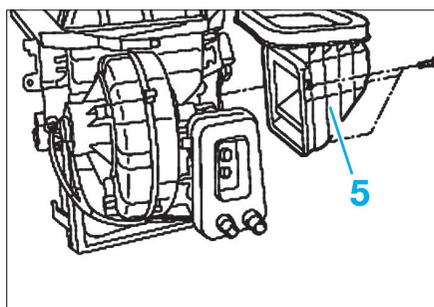

Fig. 16
- Déposer le conduit d'air latéral (5) (Fig.16).